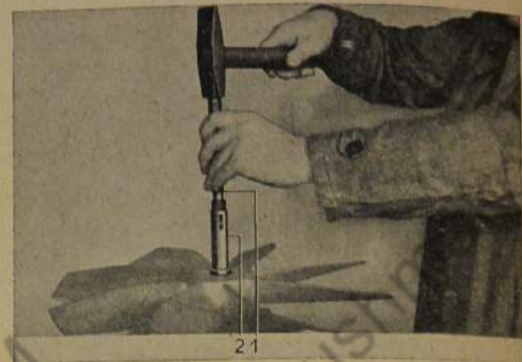

Bild 227: Lüfterwelle aus dem Lüfter heraus schlagen
8. Lüfter von der Lüfterwelle abschrauben (4 Schrauben, Federringe). Lüfterwelle aus dem Lüfter heraus schlagen (Bild 227).